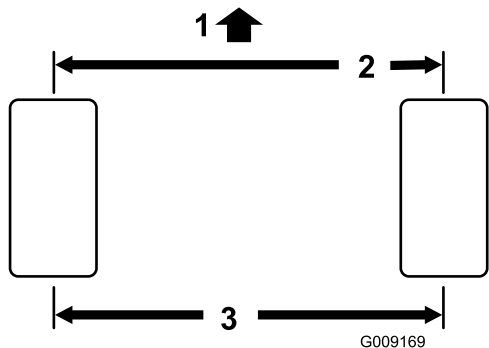

図 88
1. 後輪の前と後ろで、左右のタイヤの中央線間距離を測るアクスルの高さ位置で計測 図 88。